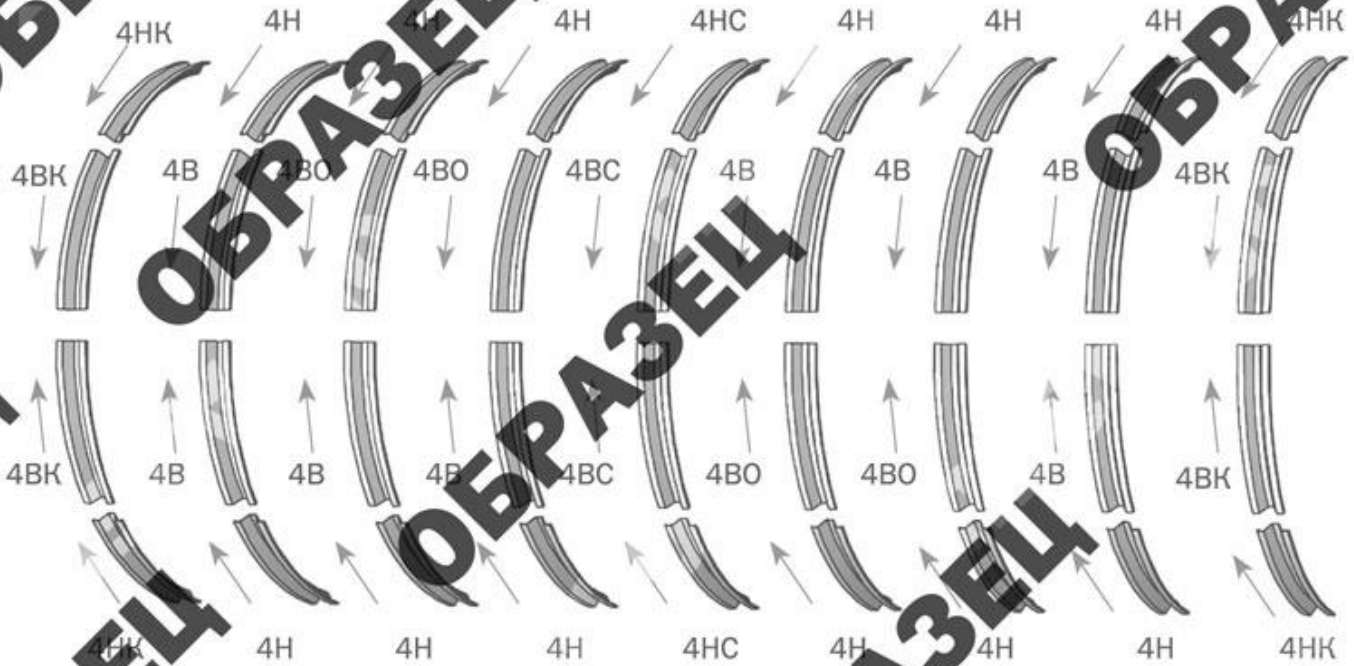

Рис. 5
3. Выполняйте сборку в соответствии с фотографиями этапов сборки и узлов, представленными на **рис. 5, 14**.